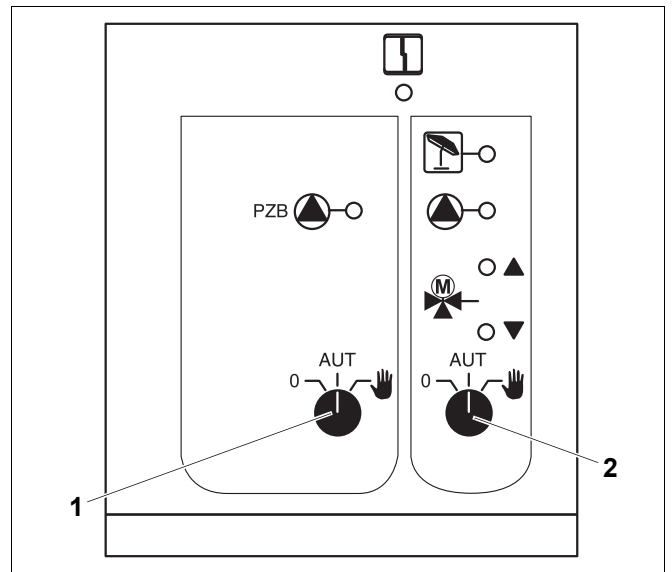

Fig. 6 Modulo centrale ZM 433
Interruttore manuale pompa di alimentazione (fig. 6, pos. 1)
Interruttore manuale per il circuito riscaldamento 0 (fig. 6, pos. 2).